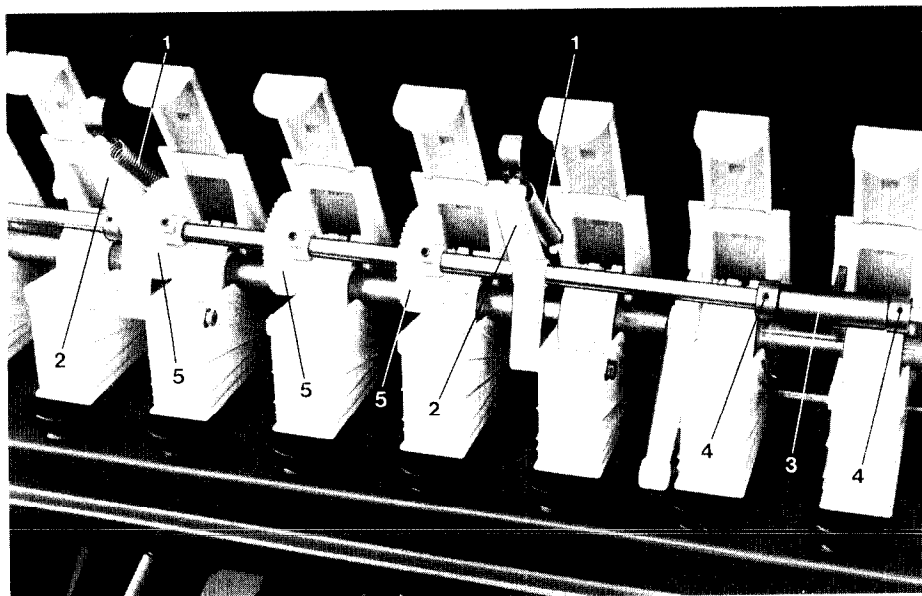
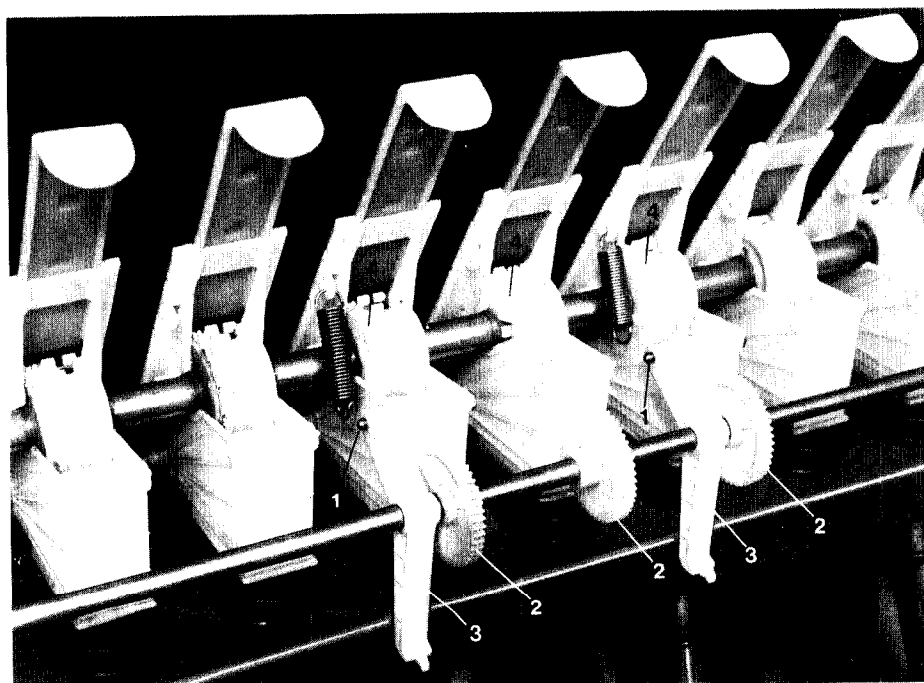

Fig. 76
Fig. 77
- Trækfjedrene (Fig. 76/1) mellem såhusene og drejelejet (Fig. 76/2) frigøres og mellemakslen klappes bagover (Fig. 77).
- En holder (Fig. 76/3), som sikrer mellemakslen griber ind i et hak på såhuset. Denne holder bliver, ved nedklapningen af mellemakslen, trukket ud af dette hak og den skal efter endt montage fastgøres i det samme eller i et hak i såhusene ved siden af. Holderen (Fig. 76/3) bliver sikret ved hjælp af stopringe på mellemakslen (Fig. 76/4).
- Sekskantskruerne (Fig. 77/1), med hvilke drejelejerne er fastgjort til højre og venstre på køresporssåhusene, løsnes.
- Drejelejer (Fig. 77/3) og kunststofdrivhjul (Fig. 77/2) forskydes på mellemakslen.
- Medbringerskruerne (Fig. 77/4) på de nye køresporssåhjul løsnes, indtil de lader sig dreje frit på såakslen.
- Drejelejerne (Fig. 77/3) fastgøres til højre og venstre for køresporssåhusene og trækfjedrene ophænges mellem drejelejer og såhuse.
Monteringen af kunststofdrivhjulene (Fig. 76/5) sker efter afsnit 16.4. Mellemakslen skal kun monteres med kunststofdrivhjul på maskinens højre side. Drivhjulene skal monteres på mellemakslen på en sådan måde, at køresporssåhjulenes afstand, målt fra den højre udvendige maskinside, udgør et halvt traktorspor. Ved arbejder med køresporsmarkør skal den venstre markørtallerken afmonteres. Arbejdet skal begynde ved højre markkant (se køresporsplan side 77).